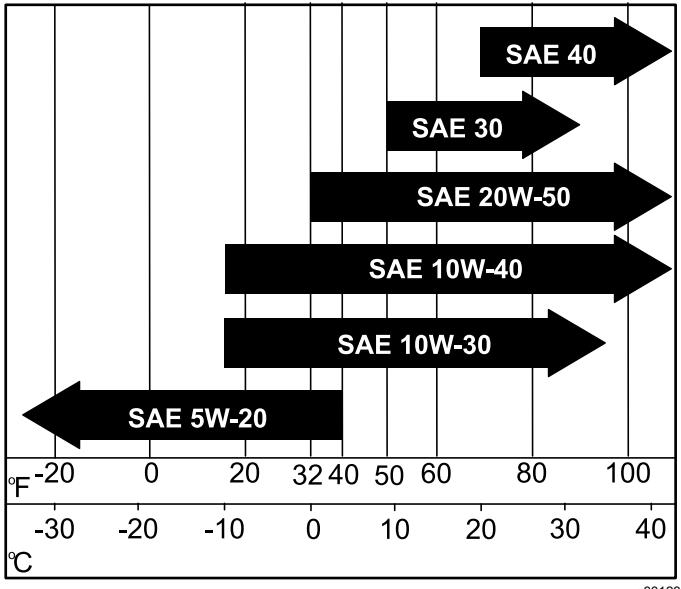

Figure 35
3. Remplissez le carter moteur d'huile du type correct (Figure 35).